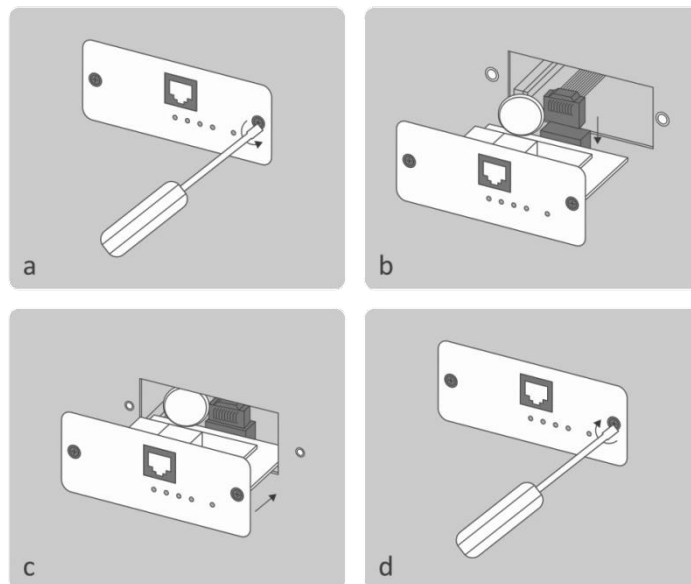

Рисунок 19: Правильне встановлення карти керування.
5. Відкрутіть гвинти металевої кришки, що захищає слот для карти та зніміть кришку (Рис. 19а).